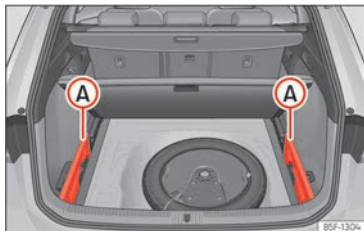

Abb. 185 Im Gepäckraum: Aufnahme zum Verstauen der aufrollbaren Abdeckung.
- Entfernen Sie die Abdeckungen links und rechts >>> **(Abb. 185) (A)**.